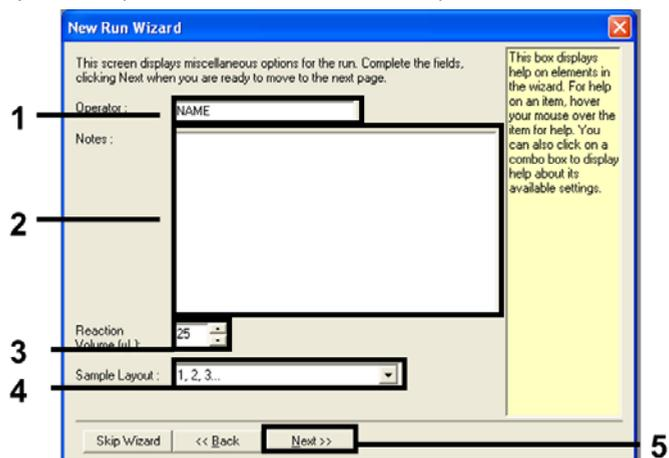

Figure 2. Entrer le nom de l'opérateur et les volumes réactionnels.
4. Entrer le nom de l'opérateur. Ajouter toutes remarques éventuelles et entrer 25 comme valeur de volume réactionnel. Vérifier que les valeurs 1, 2, 3... figurent dans le champ « Sample Layout » (Répartition des échantillons). Cliquer sur Next (Suivant) (figure 2).